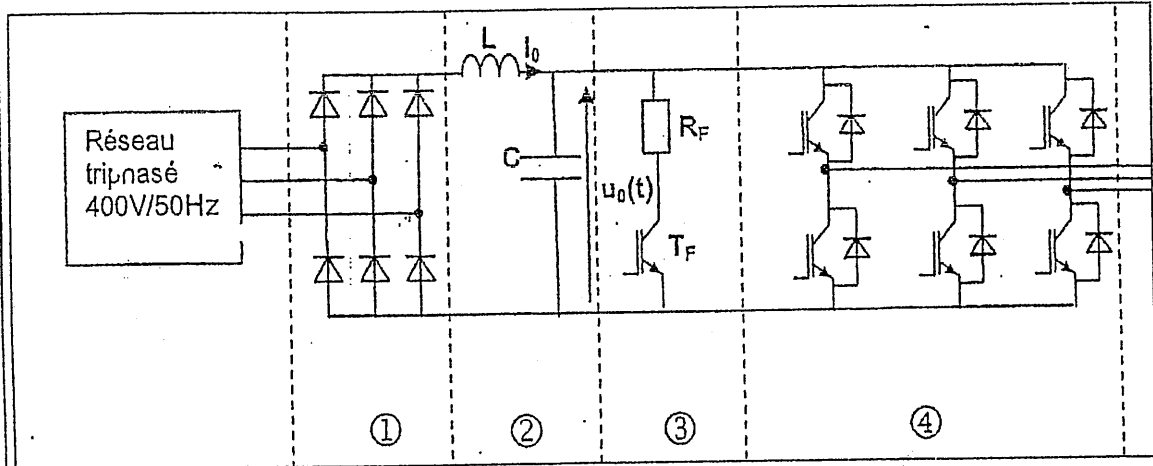

Figure 2
Le moteur de la pompe est piloté par un variateur de vitesse. Ce variateur de vitesse gère la vitesse du moteur avec une commande dite à U/f constante. Le diagramme schématique de la figure 2 représente la structure d'un variateur à Modulation de Largeur d'impulsion.
- 1) Indiquer clairement les différentes fonctions de la structure du variateur de vitesse (figure 2) pour les éléments : 1, 2, 3 et 4 en précisant le type de conversion que réalise l'élément 4 ?
- 5.1) Dans ce cas la machine asynchrone fonctionne-t-elle comme moteur asynchrone ou comme génératrice asynchrone? Expliquer. Pourquoi ne peut-on pas envisager une récupération de l'énergie par le réseau avec la structure proposée à la figure 2.